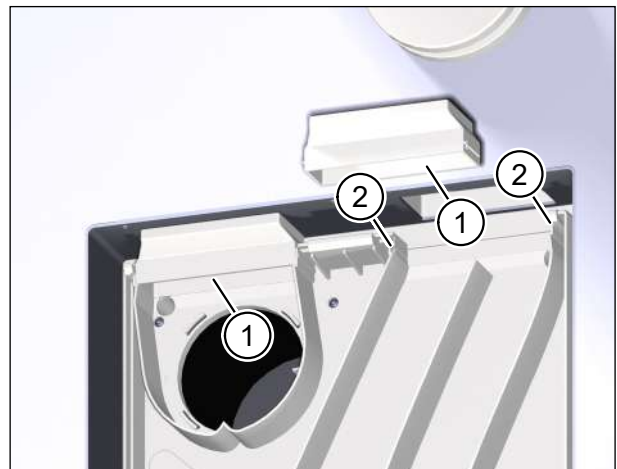

Abb. 13: Kanaladapter reinigen (bei Wandintegrierter Montage U²)
- ▶ Reinigen Sie die Kanaladapter (Pos. 1 in Abb. 13) mit einem feuchten Tuch und milder Seifenlauge.
Bei Bedarf können Sie die Kanaladapter herausnehmen. Drücken Sie dazu die beiden Aufnahmen (Pos. 2 in Abb. 13) vorsichtig nach außen und ziehen Sie die Kanaladapter nach vorne.